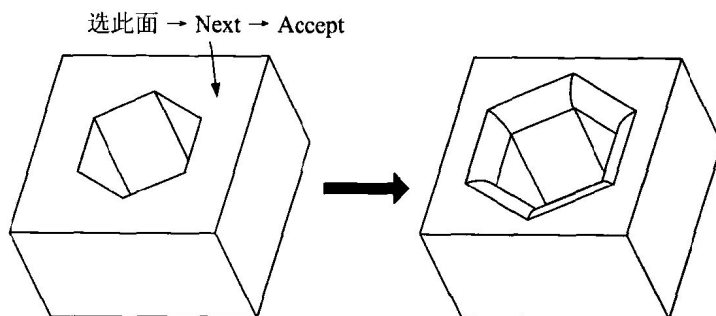

图 1.14
- **Surf Chain(曲面链):** 选取一个面的内环或外环所含的边为欲倒圆角的边。例如, 图 1.14 是以 Surf Chain 的方式选零件顶面的内循环的六边形做圆角。